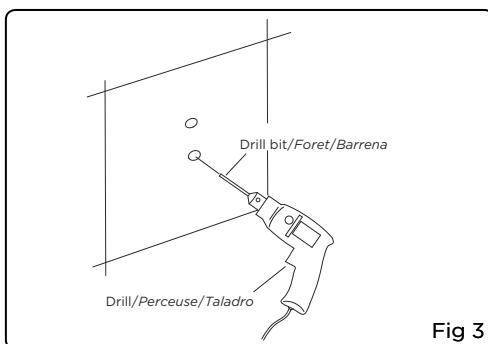

Fig 3
3. À l'aide d'un foret, percer délicatement les quatre trous. CONSEIL: INSTALLER UN POTEAU, PUISASSEMBLER LA BARRE DE MONTAGE. VÉRIFIER LA POSITION DU TROU DU SECONDE POTEAU AVANT DE PERCER (fig. 3).
3. Use la broca para taladrar 4 orificios. DESPUÉS DE INSTALAR EL PRIMER MONTANTE, ENSAMBLE LA BARRA Y CONFIRME LA POSICIÓN DEL SEGUNDO MONTANTE ANTES DE TALADRAR (fig. 3).